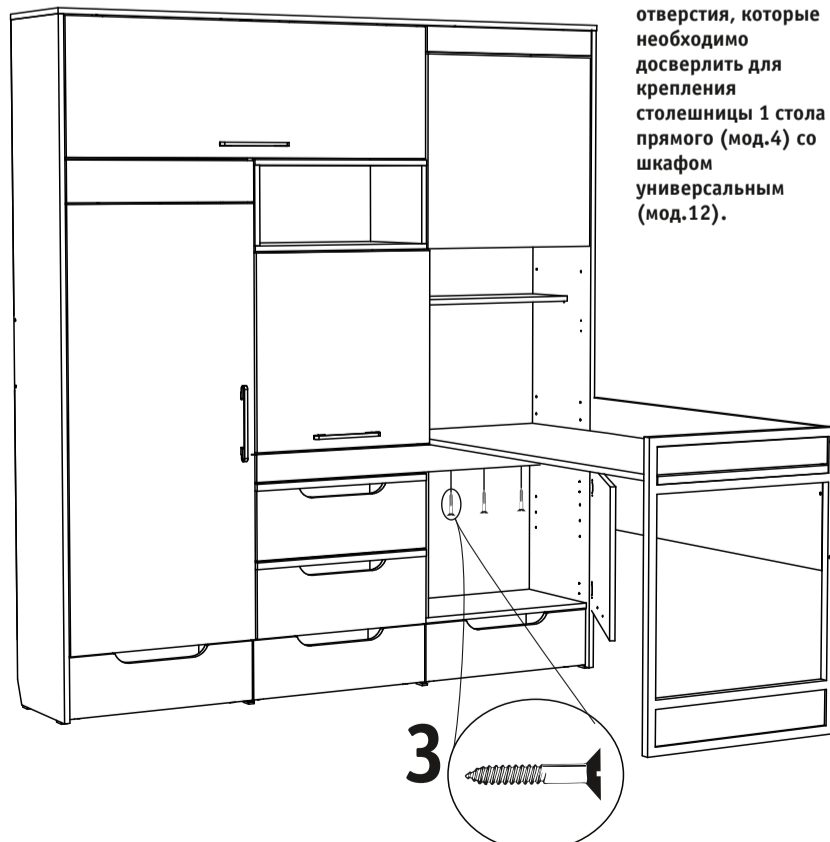

Рис. 3. Схема установки стола к шкафу универсальному (мод.12).
Стол прямой (мод. 4) крепится к шкафу универсальному (мод. 12) на саморезы (3). При креплении стола прямого (мод. 4) с шкафом универсальным (мод. 12). Ребро 5 и труба 6 не используются (рис.3).